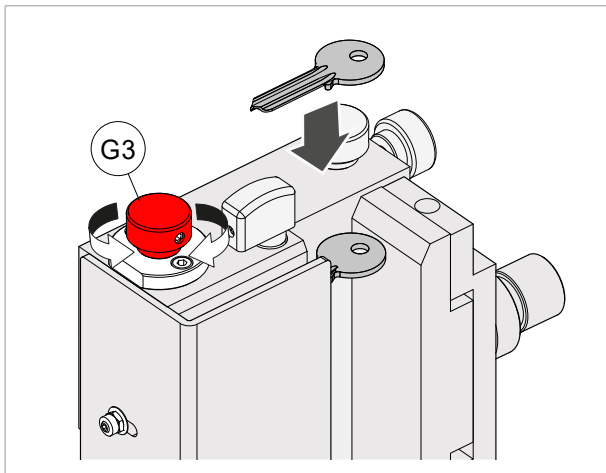

Bild 99
- 1) Den Schlüssel wie in Bild 99 dargestellt einsetzen.